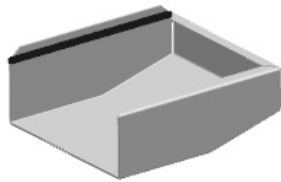
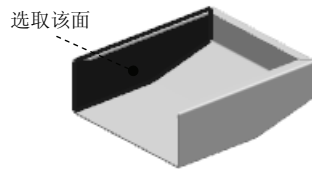
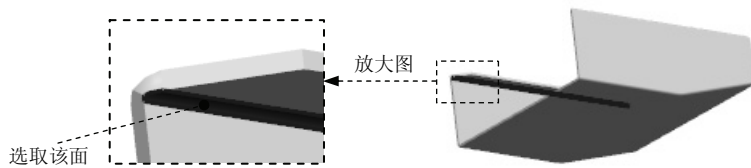
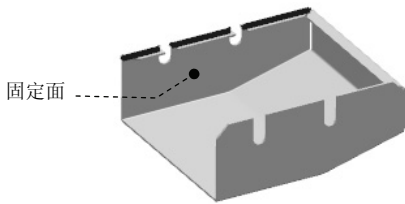

图 7.26 伸直特征 1
图 7.27 定义伸直固定面
图 7.28 定义折弯面
图 7.35 重新折弯特征 1
Step15. 创建图 7.26 所示的伸直特征 1。选择下拉菜单 **插入(S)** → **成形(R)** → **伸直(U)** 命令，系统弹出“伸直”对话框。选取图 7.27 所示的表面为伸直固定面；在系统 **选择折弯** 的提示下，选取图 7.28 所示的折弯面；在“伸直”对话框中单击 **确定** 按钮，完成伸直特征 1 的创建。
Step18. 创建图 7.35 所示的重新折弯特征 1。选择下拉菜单 **插入(I)** → **成形(F)** → **重新折弯(R)...** 命令。选取图 7.35 所示的固定面，然后在图 7.28 所示的模型中选取执行重新折弯操作的折弯面；在“重新折弯”对话框中单击 **确定** 按钮，完成重新折弯特征 1 的创建。